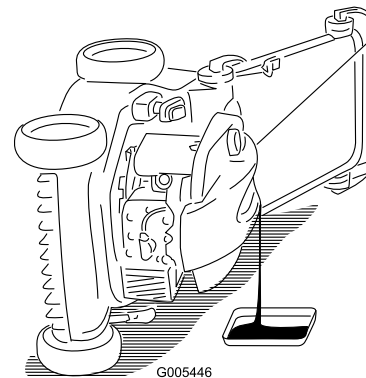

Bild 23
5. Nehmen Sie den Peilstab aus dem Öleinfüllstutzen und stellen Sie eine Auffangwanne **links** neben den Rasenmäher (Bild 23).